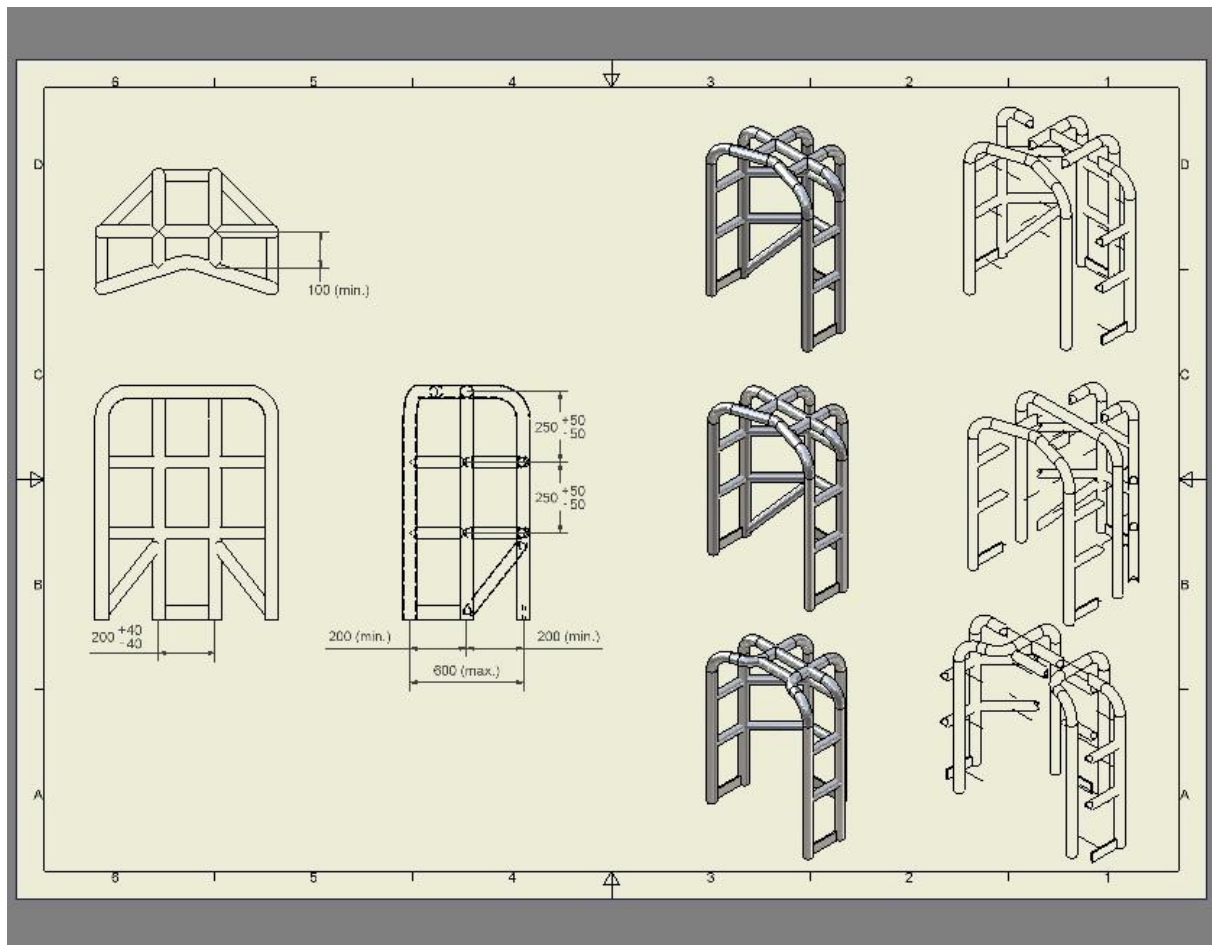

Figuur 8.
- 10.8 De trekhaak dient te voldoen aan de maatvoering volgens figuur 8.